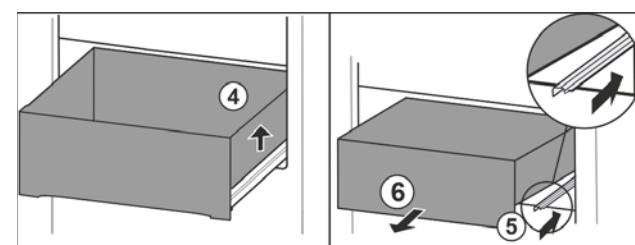

Fig. 22
- Приподнимите выдвижной ящик справа. Fig. 22 (4)
- Вставьте правую направляющую. Fig. 22 (5)
- Извлеките выдвижной ящик движением вперед. Fig. 22 (6)